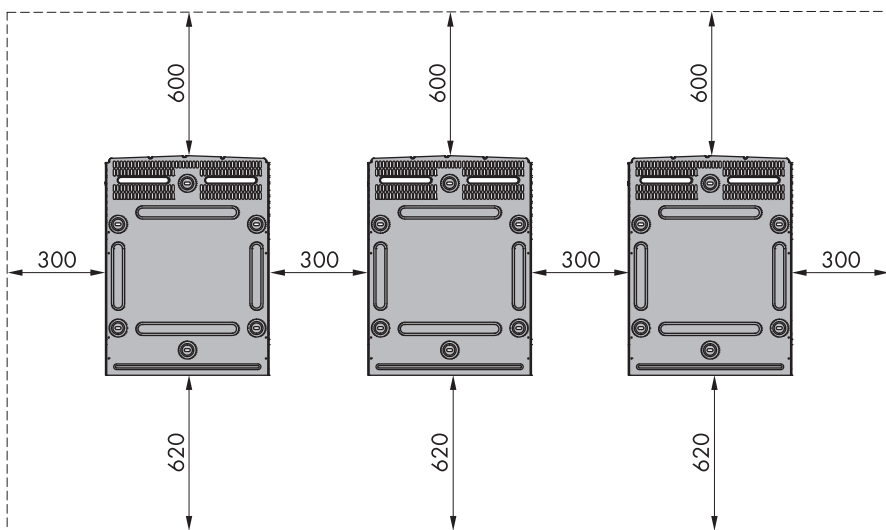

Abbildung 2.8 Sicherheitsabstände in mm
Für eine ausreichende Luftströmung müssen die Sicherheitsabstände zu anderen Objekten eingehalten werden (siehe Abbildung 2.8).
- Bei der Installation eines oder mehrerer Wechselrichter die Sicherheitsabstände einhalten, um eine ausreichende Luftströmung sicherzustellen. Die Abstände sind in Abbildung 2.8 und auf dem Schild der Wandhalterung angegeben.